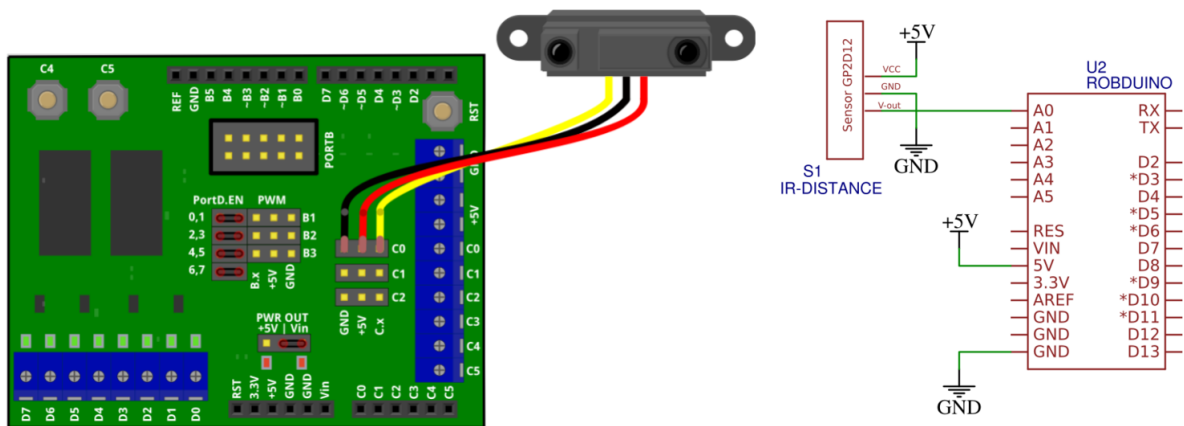

Figure 2.7: Priklučitev IR senzorja razdalje.
1. IR senzor razdalje priključite na tri-pinski priključek kot je prikazano na fig. 2.7.